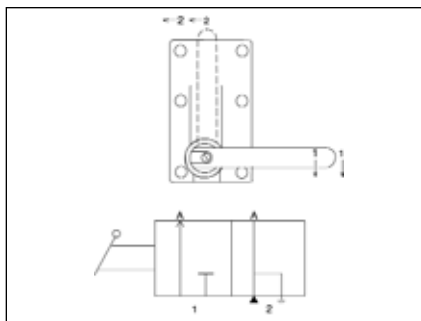

Figura 7
1. Mude a alavanca da válvula para a posição 1 como mostrado na Figura 7.